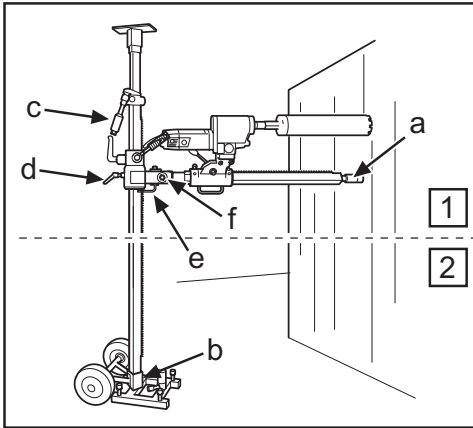

Fig.3
- 8. Controlar la posición de la broca de corona. Enroscar el tornillo de puntal contra la pared para fijar la columna de perforación. Fijar con una tuerca de seguridad de 30 mm (a) (fig. 3), utilizando una regla de madera como separador.
7. Inclinar novamente e levantar a coluna de perfuração. Fixar com o punho em L (e) (Fig. 3) e a porca (f) (fig. 3). Para perfuração inclinada, afrouxa-se o punho em L e coloca-se a coluna de perfuração na posição desejada apertando a porca (d) (Fig. 6) com a chave de 30 mm.
- 8. Controlar a posição da coroa da broca. Enroscar o parafuso de escora contra a parede para fixar a coluna de perfuração. Fixar com a porca de segurança de 30 mm (a) (Fig. 3). Usar um calço de madeira ou similar como separador.
7. Angle back and fold up the drill column, secure with the L-handle (e) (Fig. 3) and nut (f) (fig. 3). When angle drilling loosen the L-handle and the drill column is set at the required angle by tightening the nut (d) (fig. 6) using a 30 mm spanner.
- 8. Check position of the drill bit. Screw in the support column screw against the wall to secure the drill column. Secure with the locking nut 30 mm (a) (Fig. 3), use a wooden batten as packing.